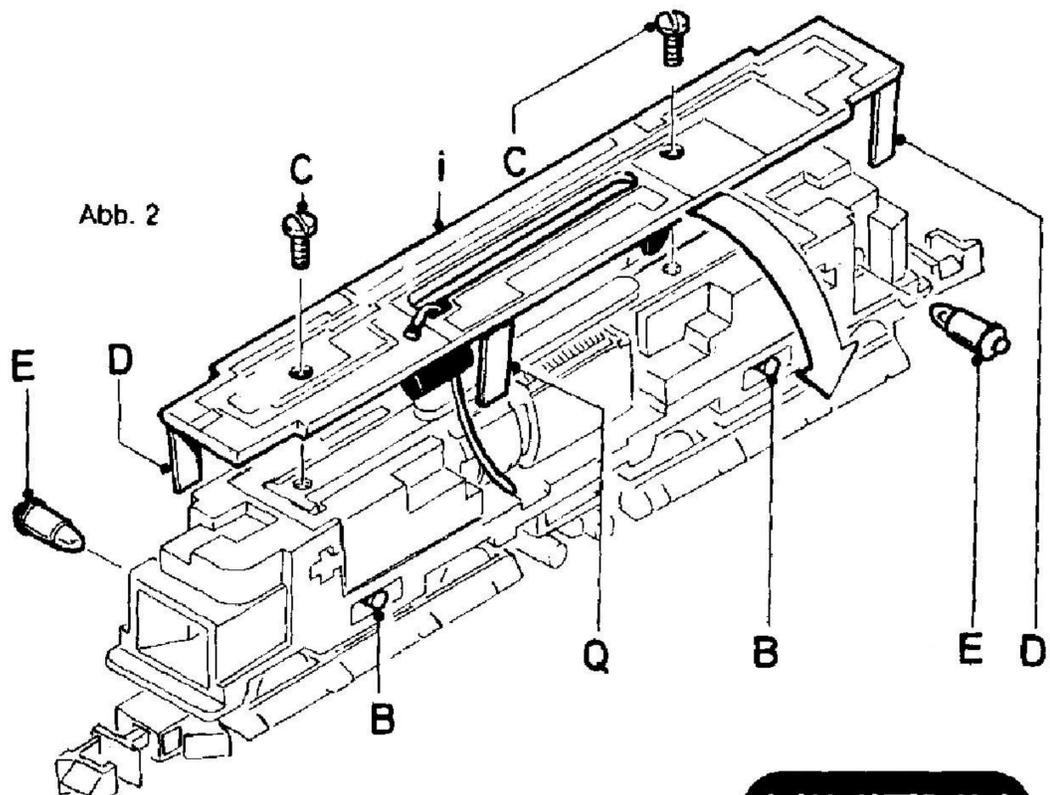

Abb. 2
### Lämpchenwechsel (Abb. 2)
**Austausch der Drehgestelle (Abb. 2 und 3)**